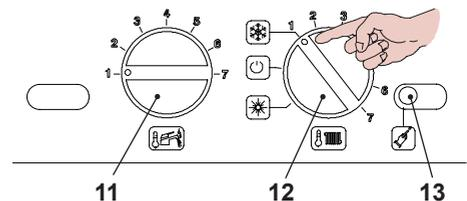
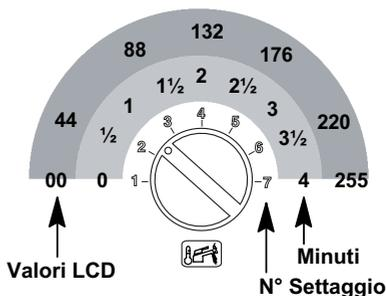

Fig. 5.47
Fig. 5.51
- Prima di alimentare elettricamente la caldaia posizionare le manopole 11 e 12 come indicato in Fig. 5.47.
- Per settare il tempo di postcircolazione della pompa bisogna entrare nella programmazione premendo per 15 secondi il pulsante di ripristino **13**, in Fig. 5.47 fino alla comparsa del parametro **P01** sul display LCD; sul display LCD compare la seguente visualizzazione (la sequenza **P01** si alterna ---).
- Premere il pulsante di ripristino **13** in Fig. 5.47 per lo scorrimento dei vari parametri sino al raggiungimento del parametro **P11** valido per il settaggio postcircolazione della pompa; sul display LCD compare la seguente visualizzazione (la sequenza **P11** si alterna **44**).
Per cambiare il settaggio ruotare la manopola di regolazione temperatura sanitari **11** in Fig. 5.47 e posizionarla sul tempo prescelto Fig. 5.51.
Il passo del settaggio della manopola **11** Fig. 5.51 corrisponde a un valore letto sul display LCD di circa **44** (40 secondi) e questo valore può essere variato fino a circa **255** (4 minuti); nell'LCD la sequenza **P11** si alterna con **60**.